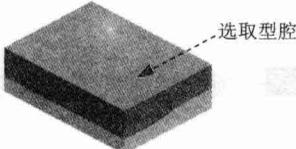

图 1.17 选取移动对象
Step1. 切换窗口。选择下拉菜单 **窗口①** → **fancy_soap_box_top_010.prt** 命令，切换到总装配文件窗口；然后单击屏幕右侧的“装配导航器”按钮，在弹出的“装配导航器”面板中选择 **fancy_soap_box_top_010** 并右击，在弹出的快捷菜单中选择 **设为工作部件(w)** 命令。
(1) 选择命令。选择下拉菜单 **装配(A)** → **爆炸图(X)** → **新建爆炸(N)...** 命令，系统弹出“创建爆炸图”对话框，接受默认的名字，单击 **确定** 按钮。
(2) 选择命令。选择下拉菜单 **装配(A)** → **爆炸图(X)** → **编辑爆炸图(E)...** 命令，系统弹出“编辑爆炸图”对话框。
(3) 选取移动对象。选取图 1.17 所示的型腔为移动对象。